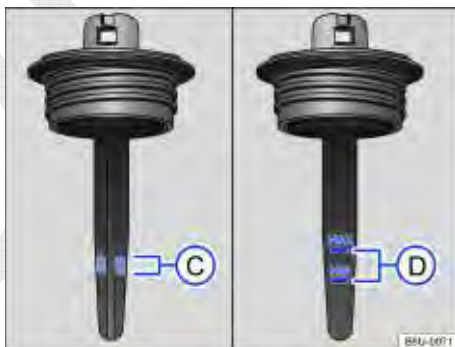

Fig. 113 Marcações para controle do nível do fluido da direção hidráulica.
- Retirar a tampa do reservatório e limpar a haste de medição ⇒ Fig. 113 sob a tampa com um pano limpo ⇒ ⚠.
- Retirar novamente a tampa e verificar o nível do fluido pela região hachurada da haste de medição ⇒ Fig. 113 ③.
- Retirar novamente a tampa e verificar o nível do fluido pelas marcações “MIN” e “MAX” da haste de medição ⇒ Fig. 113 ④.
- Caso o veículo trafegar com o nível do fluido fora da região ⇒ Fig. 113 ③ (motor frio) ou ④ (motor quente), o sistema de direção hidráulica será danificado.